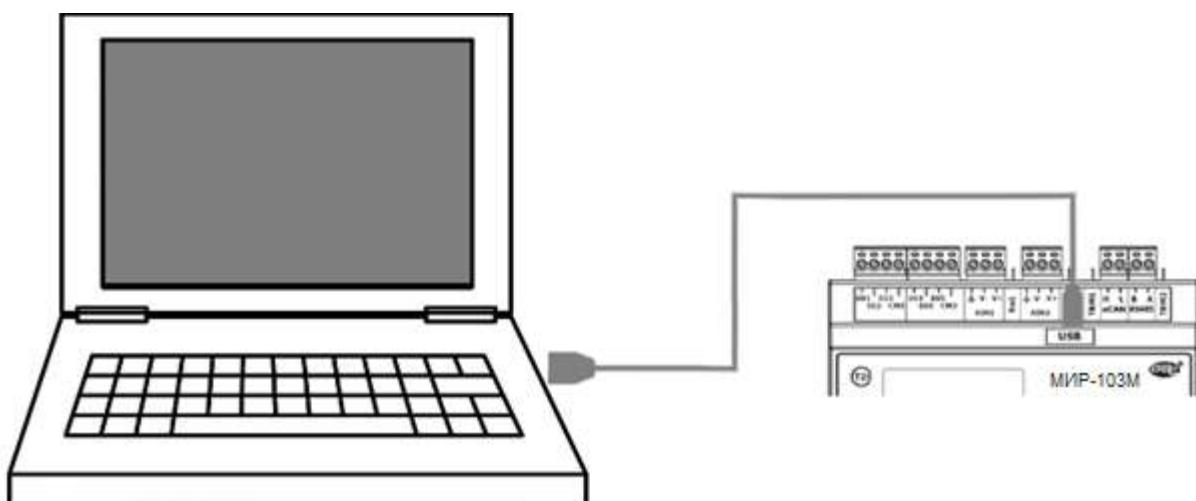

Рисунок 2 – Подключение МИР-103М к ПК
- Подключить МИР-103М к ПК с помощью mini-USB-кабеля (см. рисунок 2).